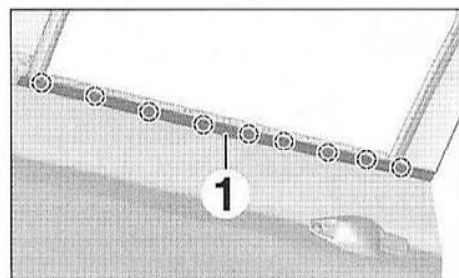

FIG.68
- avec précaution, le lève-vitre extérieur (1) (Fig.68).